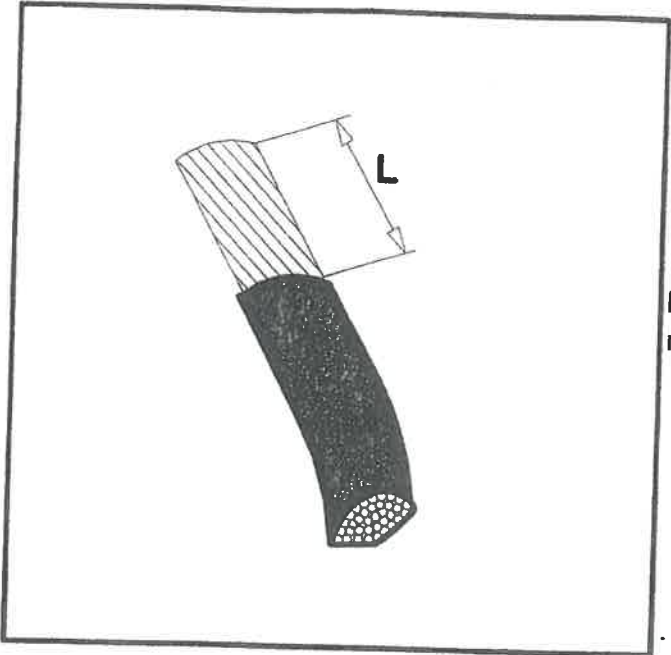

Figure 2
- . Positionner les conducteurs et les dénuder en respectant les longueurs suivant le tableau 2 et fig.2